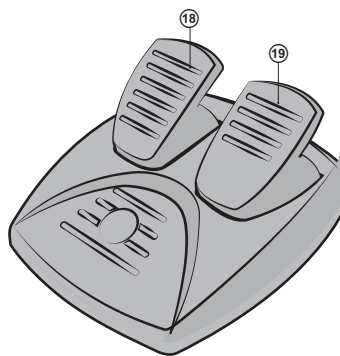

Рис. 3. Блок педалей
- Подключите к устройству блок педалей (см. рис. 3) с помощью встроенного в блок кабеля ⑰ к разъему RJ-11 ⑱, а потом подключите само устройство кабелем USB ⑰ к свободному порту USB компьютера.